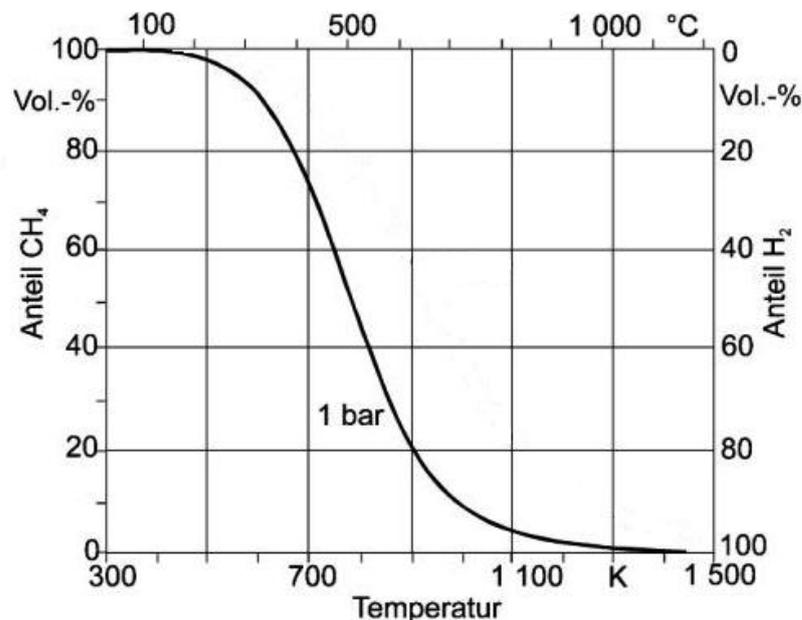

Abb. 2: Lage des CH4/H2-Gleichgewichts1
2.2 Ein weiterer Störfaktor, der die Zusammensetzung des Synthesegases negativ beeinflusst, ist die Methanisierung. Hierbei reagiert der entstandene Wasserstoff mit Kohlenstoff zu Methan. Abbildung 2 zeigt die Lage des Gleichgewichts der beschriebenen Reaktion in Abhängigkeit von der Temperatur: